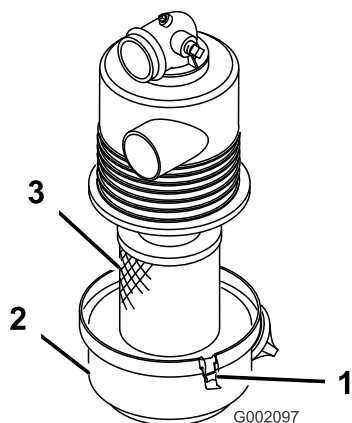

Рисунок 12
1. Проверьте корпус воздухоочистителя на отсутствие повреждений, которые могут вызвать утечку воздуха. Убедитесь в том, что крышка герметично установлена на корпусе воздухоочистителя (Рисунок 12).
2. Отпустите защелки, фиксирующие крышку воздушного фильтра на его корпусе (Рисунок 12).
3. Отделите крышку от корпуса и очистите внутреннюю поверхность крышки воздушного фильтра (Рисунок 12).
3. Вставьте элемент в корпус воздушного фильтра (Рисунок 12).
4. Совместите крышку воздухоочистителя с его корпусом (Рисунок 12).
5. Закрепите крышку на корпусе защелками (Рисунок 12).